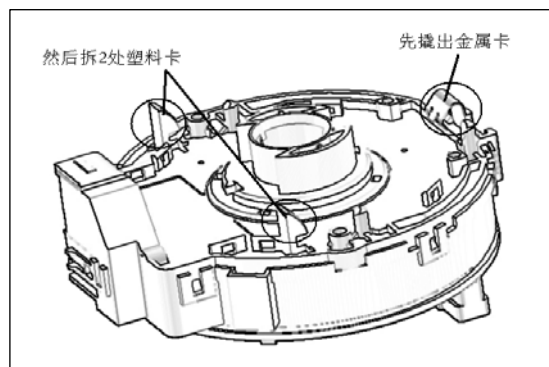

图 5.2—9
8) 拆下左组合开关（前照灯变光开关总成）。如图5.2—10所示。